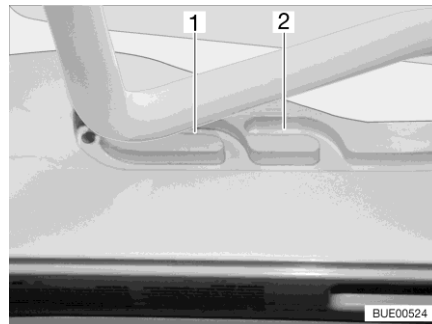

Bild 30 Führung (Lüftungsstellung)
- Lüftungsstellung** Die Kipp-Dachhaube kann in zwei Lüftungsstellungen gebracht werden: Schlechtwetterstellung (Bild 30,1) und Mittelstellung (Bild 30,2).
- Den Bügel leicht nach oben drücken und in die gewählte Führung (Bild 30,1 oder 2) schieben.